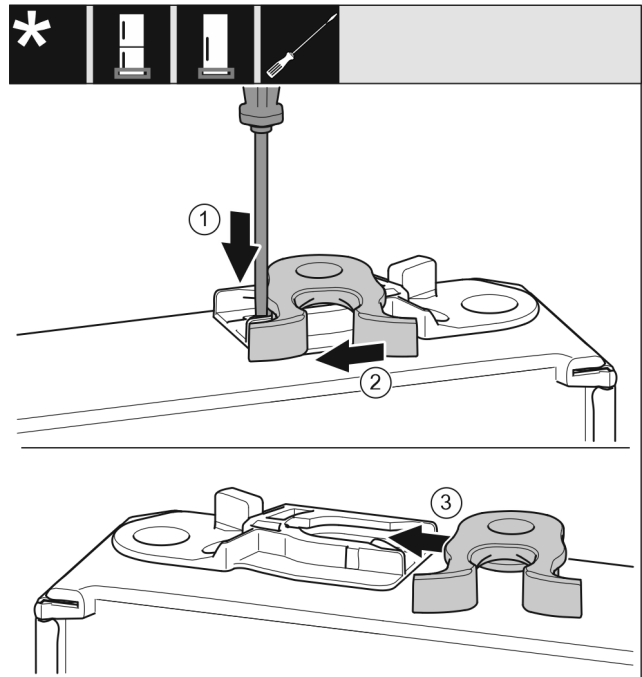

Fig. 24 \*
- ▶ Spingere verso il basso la linguetta Fig. 24 (1) con il cacciavite a intaglio.\*
- ▶ Estrarre il gancio di chiusura Fig. 24 (2) dalla guida.\*
- ▶ Spostare il gancio di chiusura Fig. 24 (3) sull'altro lato nella guida.\*